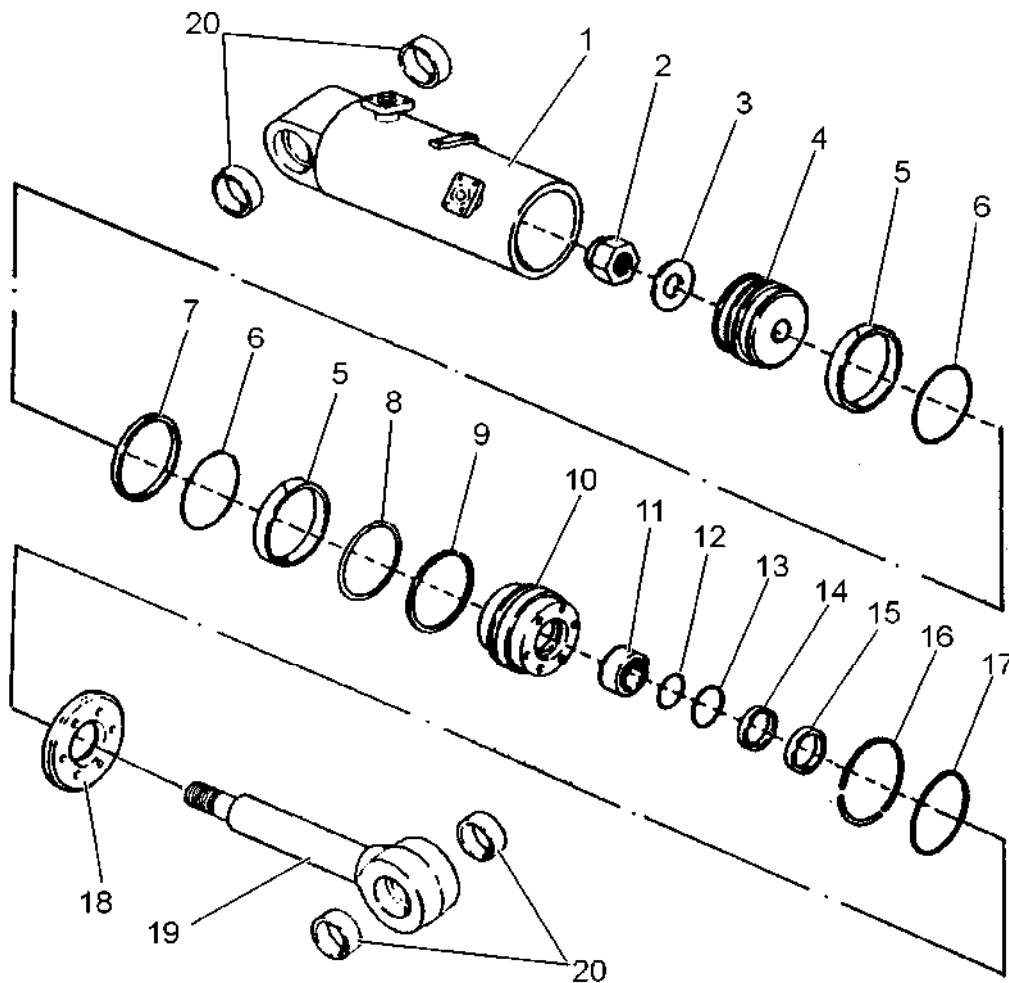

Рис. 10С.27. Гидроцилиндр подъема рыхлителя (разборка)
2. Затянуть болты (12, Рис. 10В.10), а также болты крепления защелки золотника с моментом 12 - 15 [Нм].
3. Затянуть обратный клапан (5), антикавитационный клапан (6) и пробку (4) с моментом 45 - 53 [Нм].
Описание Рис. 10С.26 и 10С.27